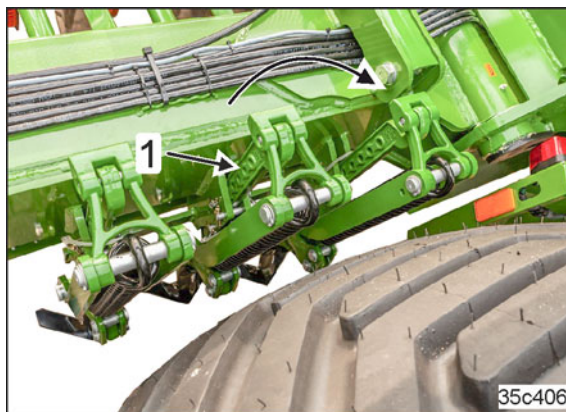

Fig. 197
2. Aduceți adâncimea de lucru în poziția dorită prin schimbarea poziției afânătoarelor de urmă (Fig. 197/1)